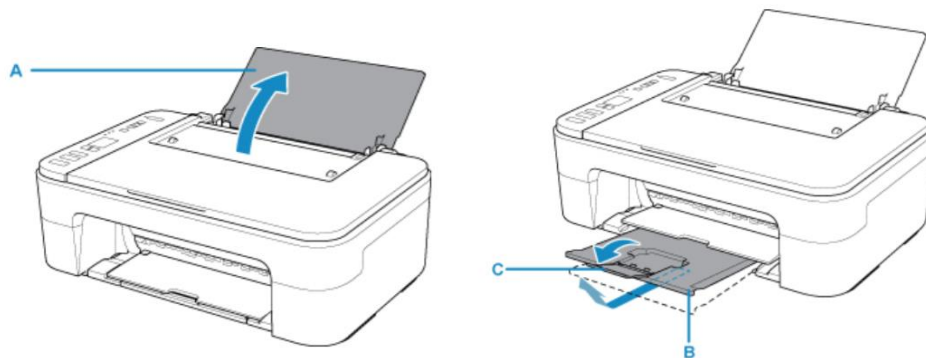

Рисунок 2.2 – Перший етап зарядки БФП
1. відкрити упор для паперу (А) (див. рис. 2.2);